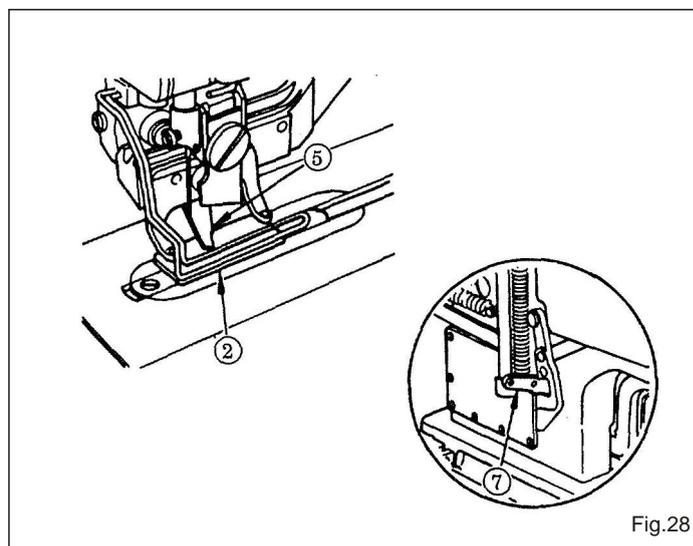

Fig.28
25. AJUSTE DO CORTADOR DA LINHA DA AGULHA (Fig. 28)